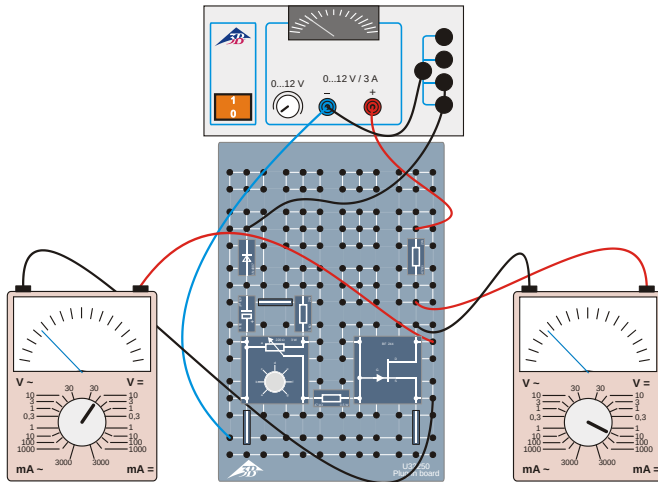

Fig. 4: Spannungsmessgerät zwischen Drain und Source.
- Das Spannungsmessgerät jetzt zwischen Drain und Source anschließen, Pluspol an Drain (Fig. 4).